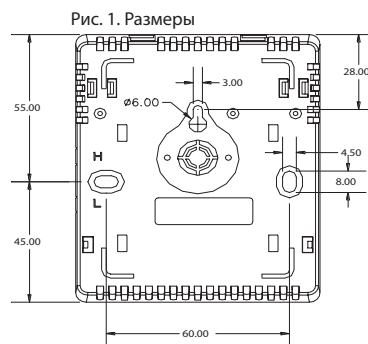

Рис. 2
- Снимите крышку, как указано на рис. 2.